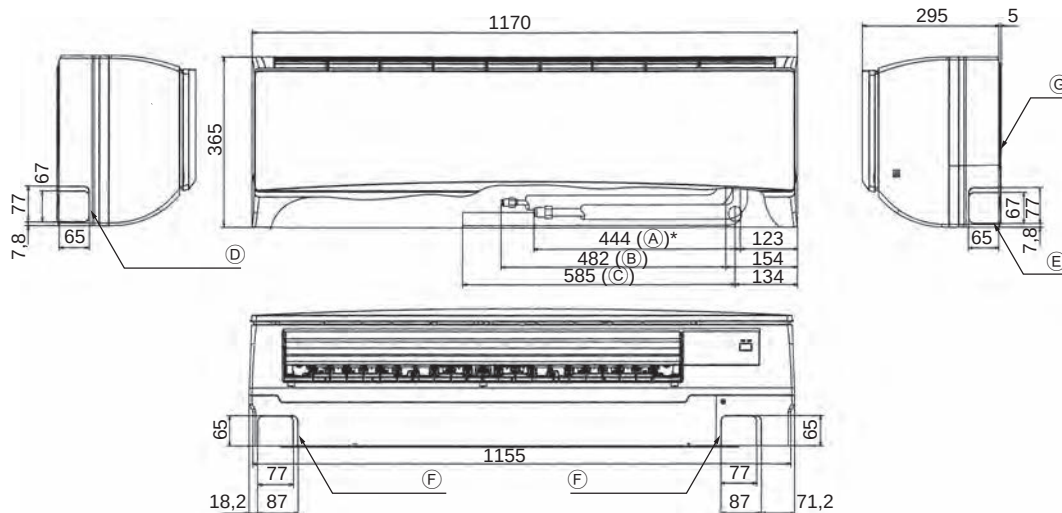
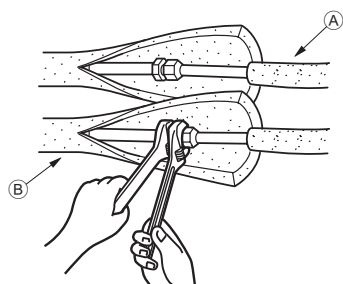

Fig. 4-3
Fig. 4-4
4.4. Розташування труби холодоагенту та дренажної труби (Fig. 4-3)
- Г Монтажна плата ①
4.5. Труба холодоагенту (Fig. 4-4)